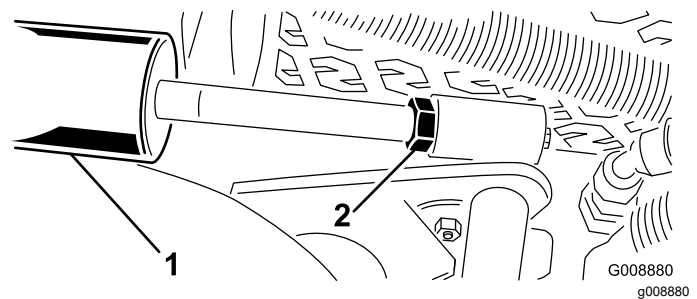

Bild 31
1. Lösen Sie die Kontermutter am Hubzylinder (Bild 31).